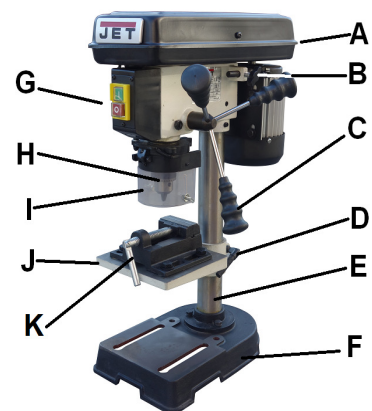

Рис. 1
Прикрутите колонну (Е, Рис. 1) к основанию станка (F). Хорошо затяните винты.
Установите патрон (H, Рис. 1) в конус шпинделя.
Ослабьте фиксатор опоры электродвигателя (В, Рис. 1).